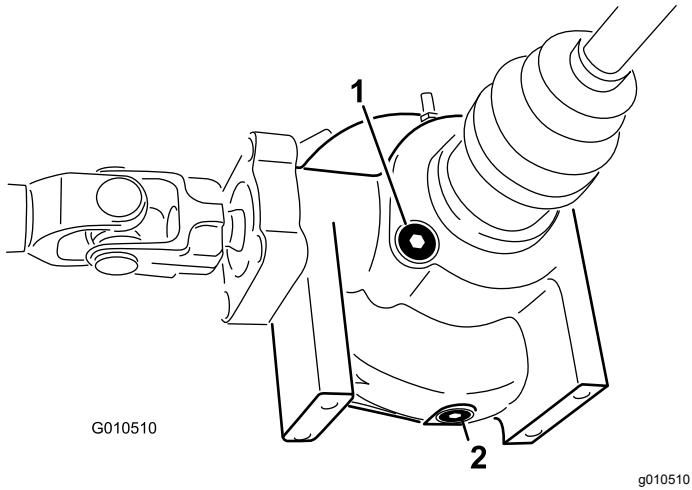

Figura 52
- Limpie la zona alrededor del tapón de vaciado en el lateral del diferencial (Figura 52).